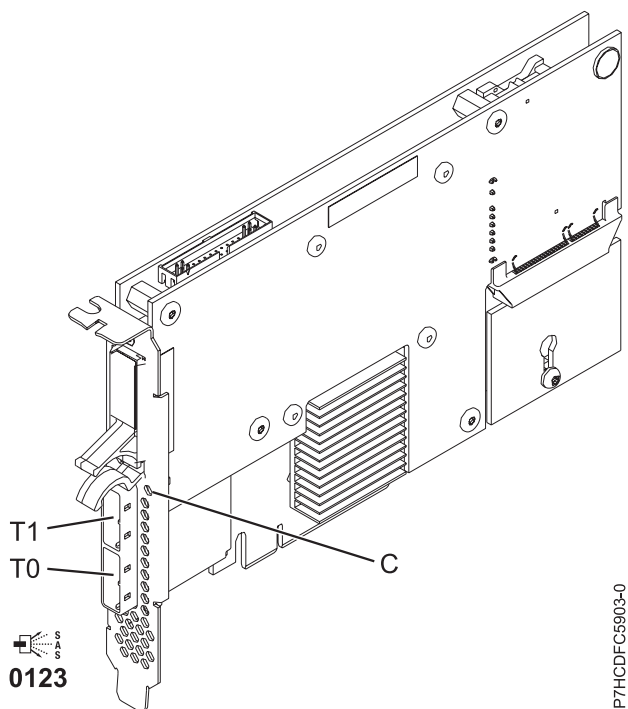

Figure 55. Carte SAS RAID PCIe double accès - x4 3 gigabits
L'adaptateur 5903 ou 5805 possède un voyant ((C) dans la figure 55) qui clignote si des données sont présentes en cache. Le voyant de présence de données en cache clignote lorsqu'il y a de possibles données présentes dans le cache de l'adaptateur. Si le voyant indiquant la présence de données en cache clignote, ne remplacez pas le bloc de batteries de cache. S'il est remplacé pendant que le voyant clignote, les données en cache seront perdues. Voir la figure 55 pour localiser le voyant de présence de données en cache sur cet adaptateur.